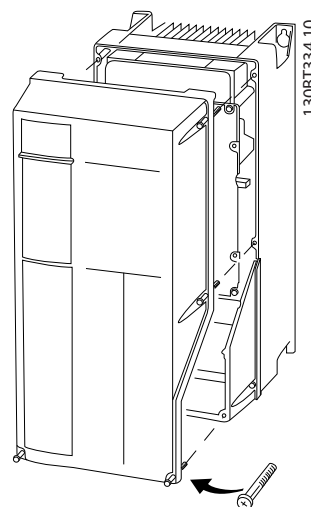

Рисунок 2.13 Доступ к подключениям элементов управления в корпусах А4, А5, В1, В2, С1 и С2
- Или снимите переднюю крышку, ослабив крепежные винты. См. *Рисунок 2.13*.